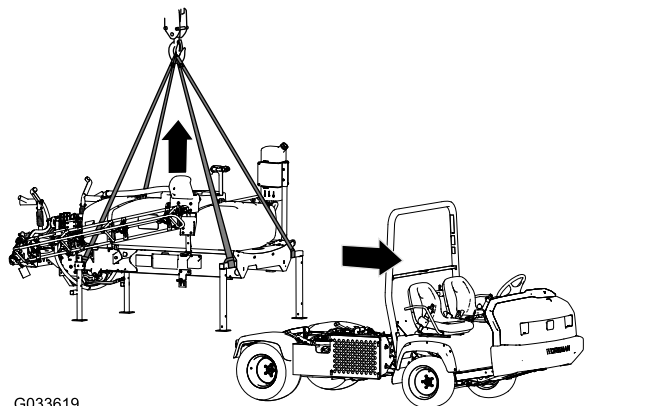

図 135
1. ブームを45°程度の角度にし、次に、前方に折りたたむ 図 135。
5. 前側ジャッキスタンドの水平チューブと、後側ジャッキスタンドの垂直柱部分にクレーンを接続する 図 135。
7. クレーンでタンクスキッドを吊り上げるスキッドをぶつけないように十分高く吊ること 図 135。